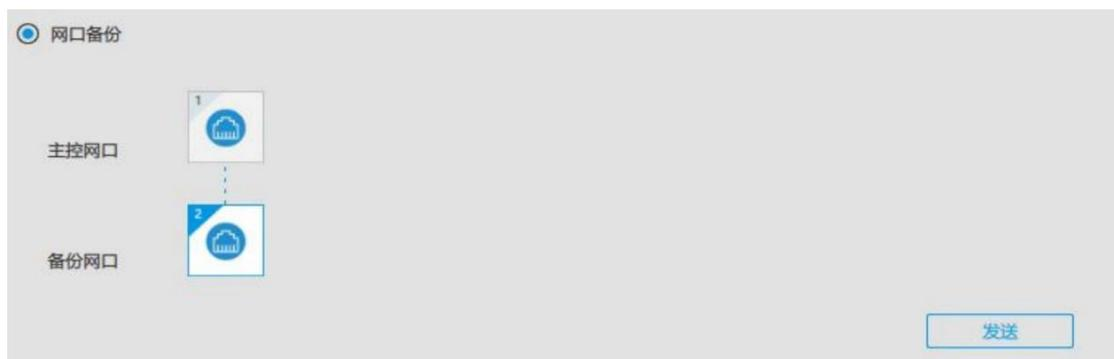

图 7-1 网口备份
- 步骤 2 网口备份直接点击“发送”确定. 例图 7-1。